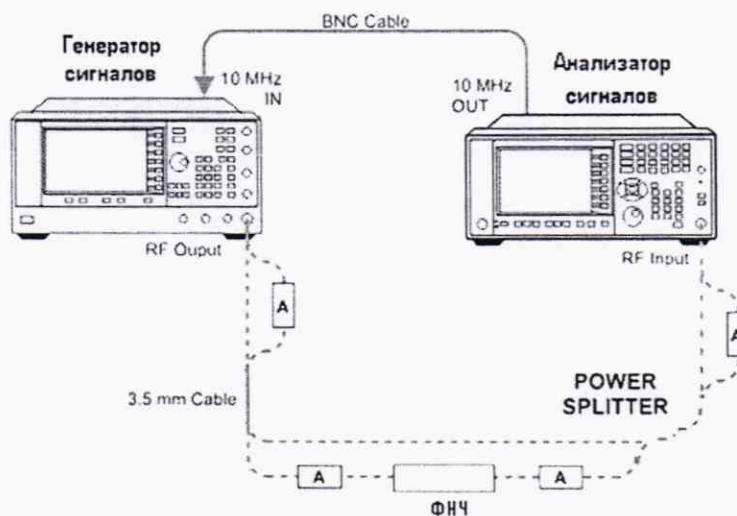

Рисунок 9
7.3.6.3 При измерении уровня второй гармоники необходимо использовать фильтры нижних частот соответствующие частоте несущей. Подать на вход анализатора (рисунок 9) гармонический сигнал частотой f_1 и измерить по отсчетному устройству